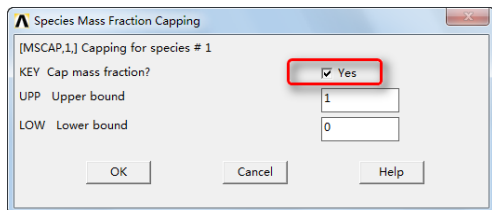

图 10-87 “Species Mass Fraction Capping”对话框
20 单击“OK”按钮会弹出“Species Mass Fraction Capping”对话框，如图 10-87 所示，单击“KEY Cap mass fraction?”后的方框，使“No”状态变为“Yes”。
③⑨单击“OK”按钮会弹出“Species Mass Fraction Capping”对话框,如图 10-87 所示,单击“KEY Cap mass fraction?”后的方框,使“No”状态变为“Yes”。
⑤3 单击“OK”按钮会弹出“Species Mass Fraction Capping”对话框，如图 10-87 所示，单击“KEY Cap mass fraction?”后的方框，使“No”状态变为“Yes”。